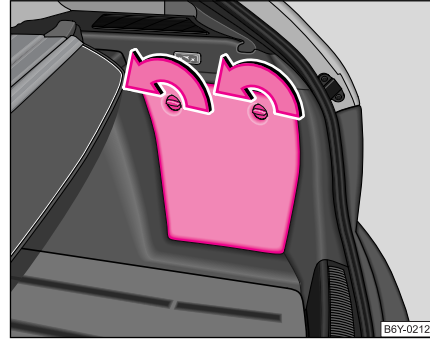

Abb. 80 Gepäckraum: Ablagefächer
- Das Fach öffnen Sie durch Drehen der Verschlüsse in Pfeilrichtung ⇒ Abb. 80. ■